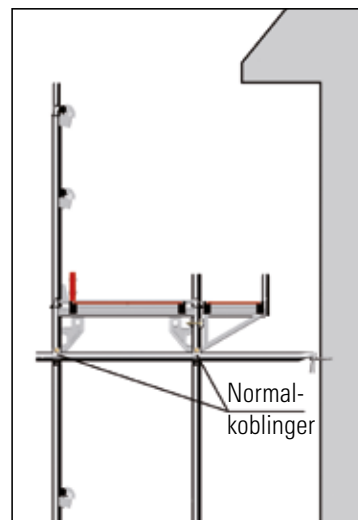

Fig. 60: Veggfeste med 2 stk NK Normalkoblinger
- Veggfeste med 2 stk NK Normalkoblinger (fig. 60)
Bildet (fig. 60) viser veggfeste sammenkoblet til stillaset med 2 NK Normal koblinger; 1 på innerspir, og 1 på ytterspir. Veggfestets krok er montert i øyeskruen, som videre er skrudd fast i fasaden.